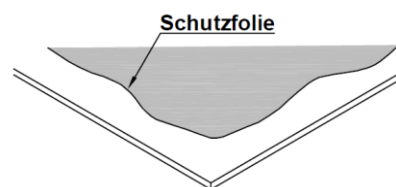

Abb. 7
- **Hinweis 1:** Die Schutzfolie beidseitig am Rand der PC-Platten umlaufend ca. 10 cm ablösen. (Abb. 7)